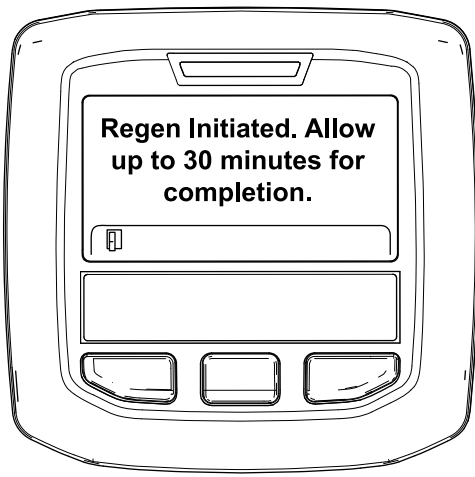

Figure 55
- Si la régénération est autorisée, le message « Regen Initiated. Allow up to 30 minutes for completion » (régén. lancée. Durée max 30 minutes) s'affiche dans l'InfoCenter. Attendez que la machine termine le processus de régénération en stationnement (Figure 55).